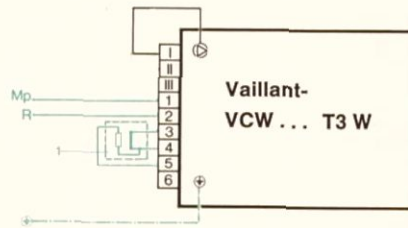

Fig. 9
Come visibile dalla fig. 9 si collegano il neutro (Mp) col morsetto 1, la fase (R) col morsetto 2 e la messa a terra ⊕ con una delle due viti di messa a terra nel cassetto dei morsetti.
L'allacciamento del termostato ambiente avviene come da fig. 9. Si consiglia di installare il termostato ambiente Vaillant con ritorno termico VRT 378 (art. 378) rispettivamente il termostato orario Vaillant VRT 394 con abbassamento automatico (art. 394) in base alle istruzioni di montaggio ed uso allegato al termostato. Il termostato ambiente va fissato ad una parete interna nel locale più abitato, che non sia esposto né a correnti né a raggi solari.